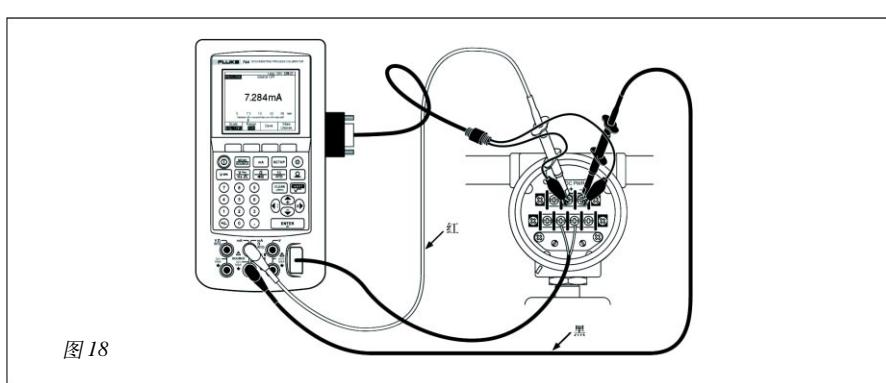

图 18
7. 选择 Output, Trim，并按 ENTER 键。主变量 (PVAO) 的数值将出现在显示屏的右上角 (图 18)。这通常是一个 4mA 的信号。福禄克公司 744 正在测量的 mA 值 (一个不断变化的值) 出现在屏幕的中心位置。按 Fetch 软键以装入被测的 mA 数值。按 Send 将该值发送给 3144，以便按 4mA 来调节其输出部分。按 Continue 以进行 20mA 的调节，并重复上述步骤。
这个例子假定变送器与过程隔离, 并且在电气上不连到回路电源。按照图 18 中的电路图进行变送器的基本连接。HART 通讯连接的极性正反关系不大。由于 744 经过其 mA 插口已经在 24V 回路电源中串联了一个电阻器, 所以不需要再单独使用 250Ω 电阻器。在此例子中采用一个 K 型热偶变送器, 其输入量程为 0-100°C, 4-20mA 输出, 测试误差为 0.25%。